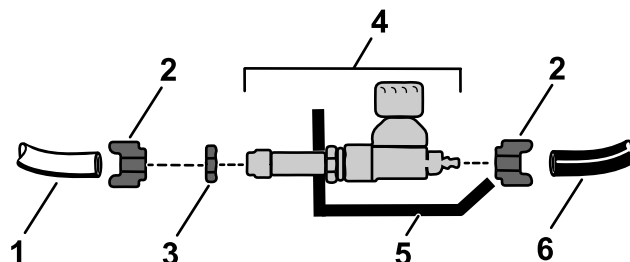

Figura 10
1. Slăbii i îndepărtați piuliile de compresie de pe corpul supapei (Figura 10).
2. Slăbii i îndepărtați contrapiulia de pe supapă (Figura 10).
3. Utilizați contrapiulia îndepărtată anterior pentru a fixa supapa pe suport (Figura 10).
4. Introduceți tubul albastru i tubul alb într-o piuliă de compresie (Figura 10).
5. Fixați tuburile albastre i albe la supapă prin înșurubarea piuliei de compresie pe supapă (Figura 10).